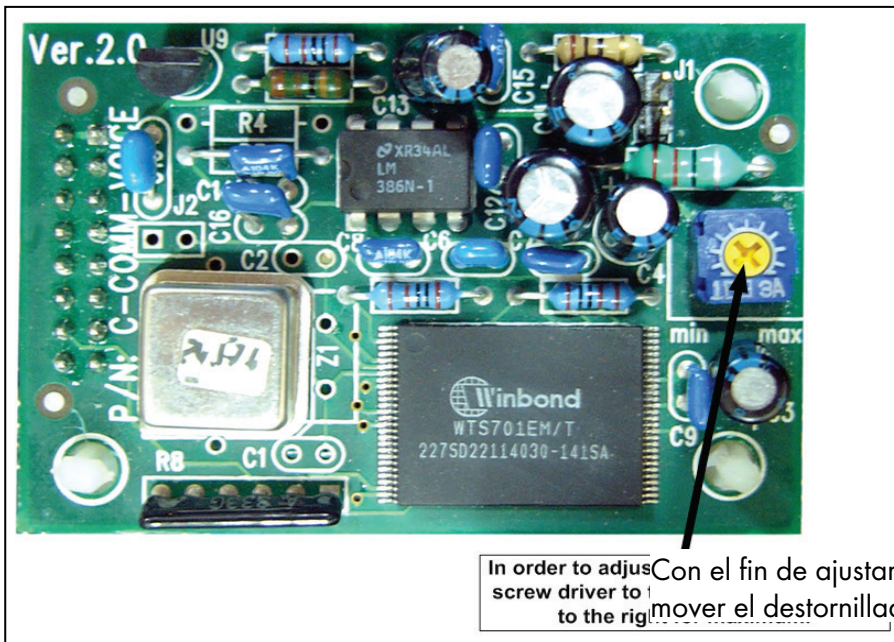

Figura 14: Ajuste de volumen
4. En la tarjeta de voz, configurar el volúmen que se desee (Figura 14) (consultar Figura 1 para ver la ubicación de la tarjeta de voz).